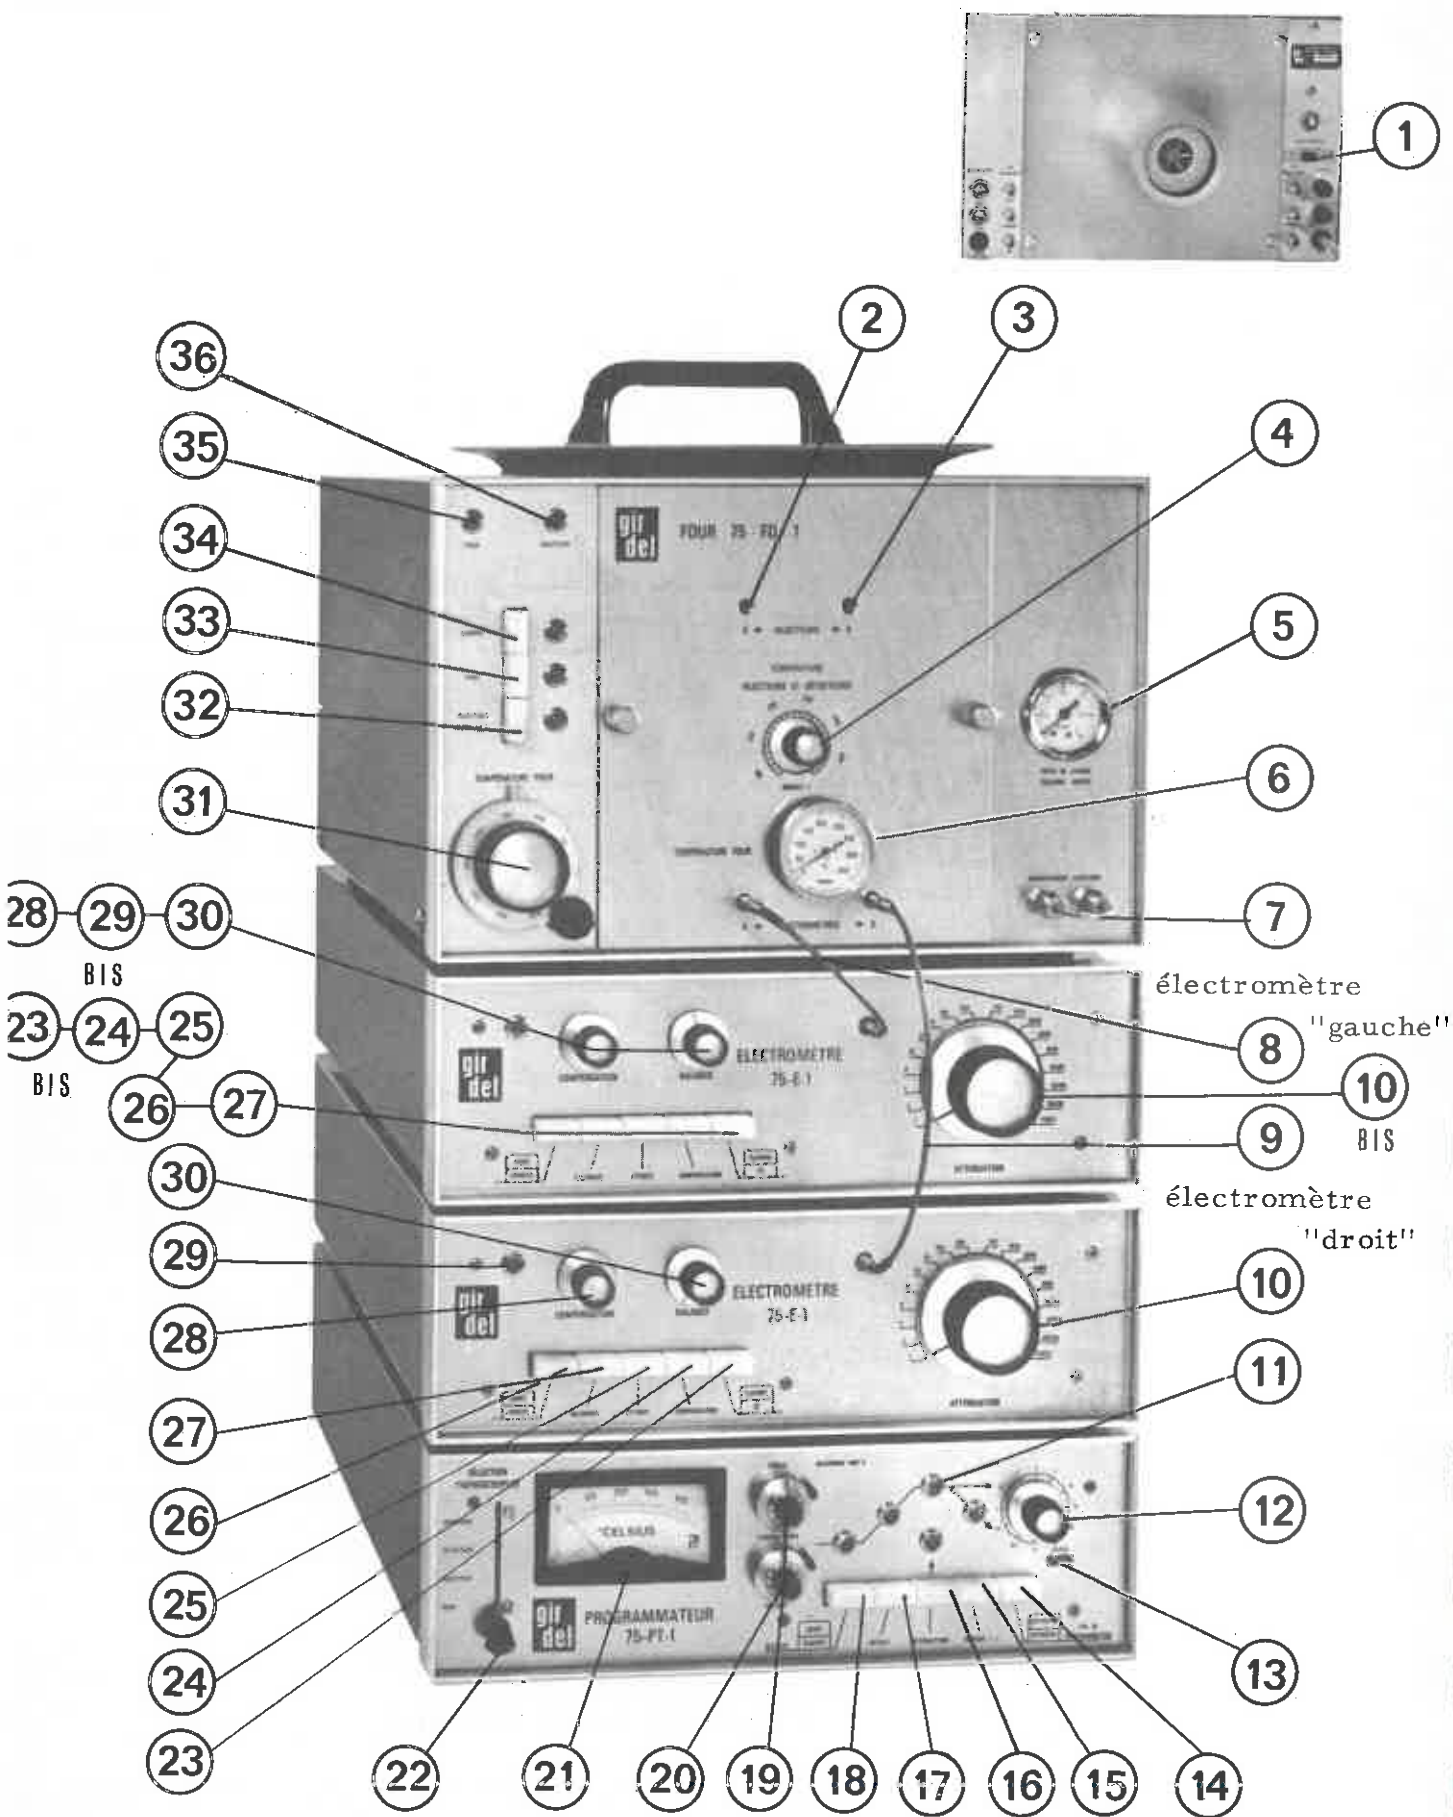

Fig. 3 - Chromatographe 75-CD/PT
Dans ce qui suit, le bouton (3 1) fig. 3 (réglage température du four) n'est plus utilisé.
L'inverseur "programmation", (1) fig. 3, est placé vers la droite.
Effectuer les raccordements électriques (★) entre les différents éléments du chromatographe 75-CD/PT (fig. 3) et brancher les arrivées de gaz et d'air conformément aux indications de la section B. Procéder ensuite à l'affichage des températures et au réglage des débits et des balances des électromètres.
Après s'être assuré que les potentiomètres "température initiale" (20) fig. 3 et "température finale" (19) fig. 3 sont au zéro, procéder, dans l'ordre, aux opérations suivantes :
- Mise en route de la turbine à l'aide du poussoir^v (34) fig. 3. Le voyant correspondant s'allume.
- Placer l'inverseur "programmation" (1) fig. 3 vers la droite. (position programmation).
- Procéder à la mise sous tension du programmeur en appuyant sur la touche "marche-arrêt" (18) fig. 3. Le voyant I₁ du programmeur doit s'allumer.
- Placer la touche "fin de programmation" (14) fig. 3 dans la position désirée :
- Afficher à l'aide du potentiomètre (20) fig. 3 la température initiale. Bloquer le bouton.
- Afficher à l'aide du potentiomètre (19) fig. 3 la température finale désirée à la fin du programme. Bloquer le bouton.
- Mise en route du chauffage du four à l'aide du poussoir (33) fig. 3. Le voyant correspondant s'allume.
- Afficher la température du bloc "injecteur-détecteur" à l'aide du bouton (4) fig. 3. La lecture de ce bouton est peu précise et le temps de chauffage du bloc est relativement lent. (Contrôle par le pyromètre ou par thermomètre, placé dans le trou prévu à cet effet, (25), Fig. 2, section C, calibrer par trait de crayon.
tecteur" à l'aide du poussoir (32) fig. 3. Le voyant corres-
(12) fig. 3, la vitesse de programmation en °C/mn.
pour cela appuyer sur la touche départ (17) fig. 3.